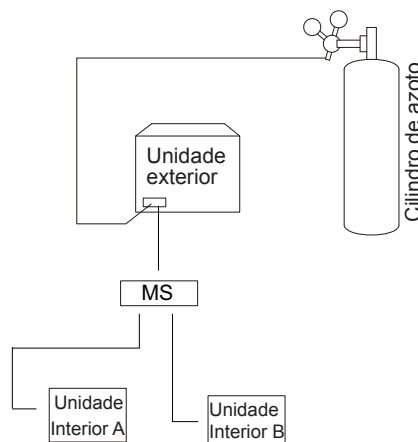

Fig. 5-16
- b) Soldar os tubos de refrigerante e os distribuidores entre a(s) unidade(s) exterior(es) e a caixa MS (tubo (a) na Fig. 5-16), mas não ligue o tubo (a) à caixa MS.